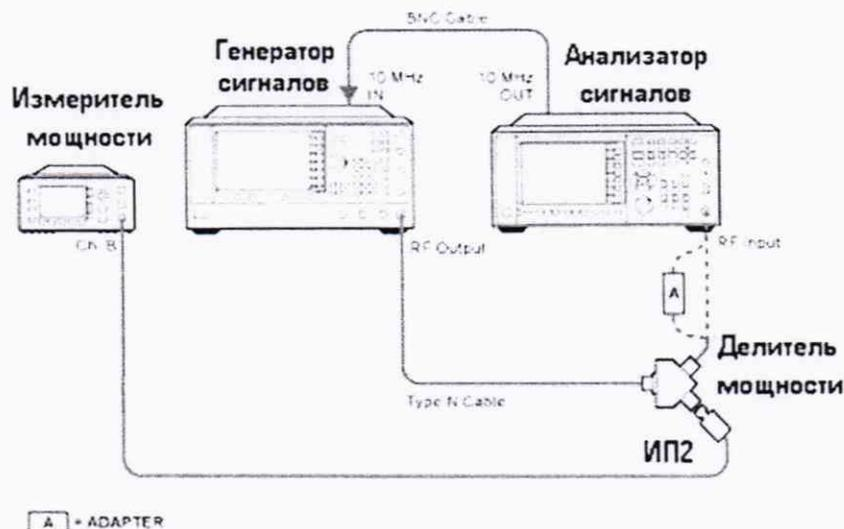

Рисунок 5
7.3.5.3 Отсоединить ИП1 от делителя. Освободившийся рукав делителя соединить с анализатором спектра (рисунок 5). На анализаторе установить DC coupled, предусилитель выключен, полоса обзора 1 МГц, ослабление аттенюатора 10 дБ. На генераторе установить уровень выходного сигнала -4 дБм, частота 50 МГц. Произвести измерения уровня сигнала уровня -10 дБм на частоте 50 МГц, установить маркер на пик, нажать маркер->дельта. Далее произвести измерения относительно 50 МГц на частотах $3 \cdot 10^5$, $1 \cdot 10^6$, $5 \cdot 10^6$, $1 \cdot 10^7$, $15 \cdot 10^7$, $45 \cdot 10^7$, $95 \cdot 10^7$, $1,25 \cdot 10^9$, $1,85 \cdot 10^9$, $2,25 \cdot 10^9$, $2,95 \cdot 10^9$, $3,55 \cdot 10^9$ Гц. Полученные значения зафиксировать, вычислить погрешность, учитывая погрешность делителя мощности.
7.3.5.6 Отсоединить ИП1 от делителя. Освободившийся рукав делителя с аттенуатором соединить с анализатором спектра (рисунок 5). На анализаторе установить DC coupled, предусилитель включен, полоса обзора 1 МГц, ослабление аттенуатора 10 дБ. На генераторе установить уровень выходного сигнала -4 дБм, частота 50 МГц. Произвести измерения уровня сигнала на частоте 50 МГц, установить маркер на пик, нажать маркер->дельта. Далее произвести измерения относительно 50 МГц на частотах $3 \cdot 10^9$, $1 \cdot 10^9$, $5 \cdot 10^8$, $1 \cdot 10^7$, $15 \cdot 10^7$, $45 \cdot 10^7$, $95 \cdot 10^7$, $1,25 \cdot 10^9$, $1,85 \cdot 10^9$, $2,25 \cdot 10^9$, $2,95 \cdot 10^9$, $3,55 \cdot 10^9$ Гц. Полученные значения зафиксировать, вычислить погрешность.
7.3.5.8 Отсоединить ИП1 от делителя. Освободившийся рукав делителя соединить с анализатором спектра (рисунок 5). На анализаторе установить DC coupled, предусилитель выключен, полоса обзора 1 МГц, ослабление аттенуатора 10 дБ. Произвести измерения уровня сигнала уровня -10 дБм на частотах $3,65 \cdot 10^9$, $5,05 \cdot 10^9$, $6,05 \cdot 10^9$, $7,05 \cdot 10^9$ (для опций 503, 508, 513, 526, 543, 544, 550), $8,05 \cdot 10^9$, $8,35 \cdot 10^9$ (для опций 508, 513, 526, 532, 543, 544, 550), $9,05 \cdot 10^9$, $10,05 \cdot 10^9$, $11,05 \cdot 10^9$, $12,05 \cdot 10^9$, $13,05 \cdot 10^9$, $13,55 \cdot 10^9$ (для опций 513, 526, 543, 544, 550), $14,05 \cdot 10^9$, $15,05 \cdot 10^9$, $16,05 \cdot 10^9$, $17,05 \cdot 10^9$, $18,05 \cdot 10^9$, $19,05 \cdot 10^9$, $20,05 \cdot 10^9$, $21,05 \cdot 10^9$, $22,05 \cdot 10^9$, $23,05 \cdot 10^9$, $24,05 \cdot 10^9$, $25,55 \cdot 10^9$, $26,05 \cdot 10^9$, $26,45 \cdot 10^9$ (для опций 526, 543, 544, 550), $30,05 \cdot 10^9$, $32,05 \cdot 10^9$ (для опций 543, 544, 550), $35,05 \cdot 10^9$, $37,05 \cdot 10^9$, $40,05 \cdot 10^9$, $43 \cdot 10^9$ (для опций 543, 544, 550), $44 \cdot 10^9$ (для опций 544, 550), $45,05 \cdot 10^9$, $46,05 \cdot 10^9$, $47,05 \cdot 10^9$, $48,05 \cdot 10^9$, $49,05 \cdot 10^9$, $50 \cdot 10^9$ (для опции 550) Гц. Измерения проводить дельта-маркером относительно 50 МГц. Полученные значения зафиксировать, вычислить погрешность, учитывая погрешность делителя мощности.
7.3.5.10 Отсоединить ИП1 от делителя. Освободившийся рукав делителя соединить с анализатором спектра (рисунок 5). На анализаторе установить DC coupled, предусилитель выключен, полоса обзора 1 МГц, ослабление аттенюатора 10 дБ. Произвести измерения уровня сигнала уровня -10 дБм на частотах из п. 7.3.6.9. Измерения проводить дельта-маркером относительно 50 МГц. Полученные значения зафиксировать, вычислить погрешность, учитывая погрешность делителя мощности.